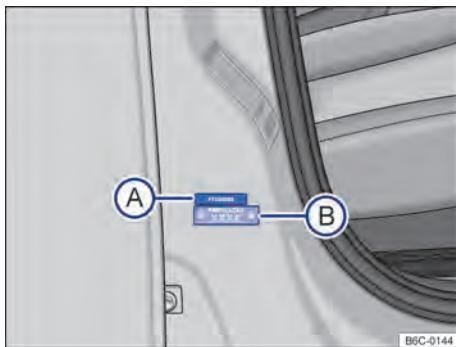

Fig. 173 Na coluna da porta dianteira direita: etiqueta com número de identificação do veículo parcial (A) e etiqueta do ano de fabricação (B).
As etiquetas com o número de identificação do veículo parcial estão localizadas na coluna da porta dianteira direita → Fig. 173 (A) e na coluna da suspensão esquerda. Estas etiquetas são destruídas ao serem removidas. Para chegar ao número de identificação do veículo parcial na coluna da suspensão esquerda, abrir a tampa do compartimento do motor ▲ → Página 187.
A etiqueta com o número de identificação do ano de fabricação está localizada na coluna da porta dianteira direita → Fig. 173 B). Esta etiqueta é destruída ao ser removida.